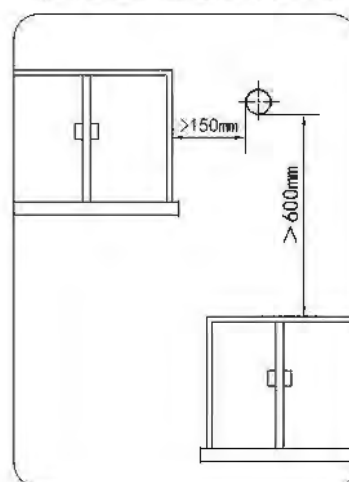

图8
- 排烟管出口必须设置在室外。热水器使用时,排气管出口可能有冷凝水滴落,安装时应注意不要影响他人。排气管出口距周围物体的间距(如图8、10)所示。